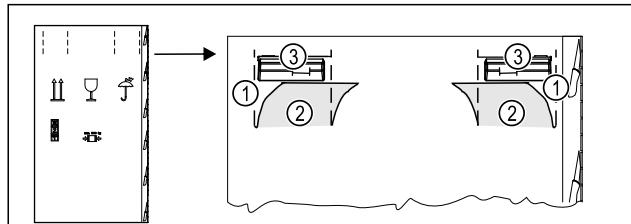

Fig. 5
- Verpackungskarton oben an der Perforierung Fig. 5 (1) eindrücken.
- Eingedrückte Laschen Fig. 5 (2) herausziehen.
- Tragegriff Fig. 5 (3) rechts und links ist sichtbar.
- Gerät an den Tragegriffen Fig. 5 (3) halten.